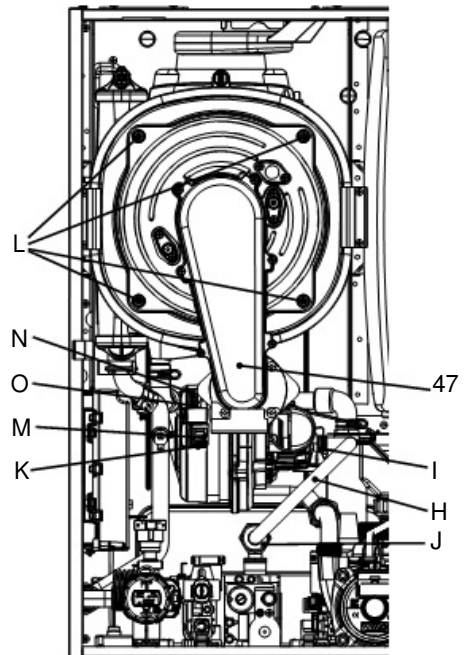

Figura 9.8
Extracción de grupo quemador-ventilador (47 en la Figura 9.8).
- Introduzca un destornillador plano en el entrante K del conector M y haga palanca hacia abajo. Al mismo tiempo desconecte el conector M tirando de él de frente (Figura 9.8).
- Desconecte el conector del ventilador N presionando el gancho de plástico O situado debajo del conector (Figura 9.8).
- Desenrosque las tuercas L y extraiga el grupo quemador-ventilador 47 (Figura 9.8)